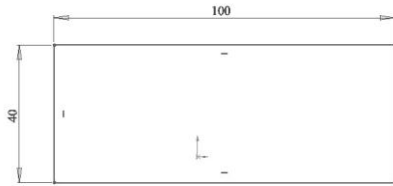

Рисунок 9.1- Ескіз базової кромки
- побудову почати зі створення ескізу базової кромки. Цей ескіз є контуром, який перетворюється на базову кромку деталі після натискання кнопки «**Base Flange**». При виконанні цієї команди деталь позначається як деталь з листового металу, при цьому у вікні «**Base Flange**» визначається товщина листа, допуск згину і спосіб зняття напруги (рис. 9.1). ОК.